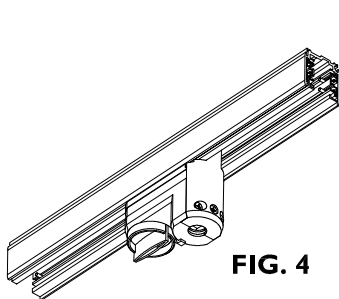

FIG. 4
3. Push the adapter into the track until it snaps into place. FIG. 4
3. Pousser l'adaptateur dans le rail jusqu'à ce qu'il s'enclenche. FIG. 4